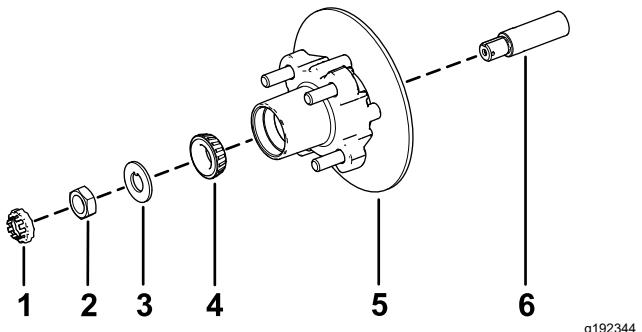

Figura 32
1. Aplique una ligera capa de grasa del tipo especificado en el eje (Figura 32).
2. Monte el cubo y el rotor en el eje con el rotor hacia dentro (Figura 32).
3. Monte el cojinete exterior en el eje y acople el cojinete al anillo de rodadura exterior (Figura 32).
4. Monte la arandela con pestaña en el eje (Figura 32).
5. Enrosque la tuerca en el eje y apriete la tuerca a 15 N·m, girando el cubo para asentar el cojinete (Figura 32).
2. Alinee las pastillas de freno en cada lado del rotor (Figura 28) y los taladros del soporte de la pinza con los taladros de montaje del freno de la mangueta (Figura 32).